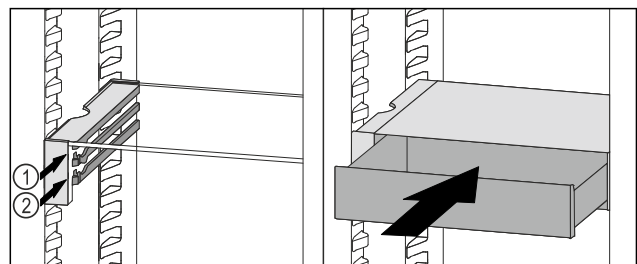

Fig. 123
- ▶ Встановити висувний ящик VarioSafe за стопорами на потрібне ребро Fig. 123 (1) або Fig. 123 (2).